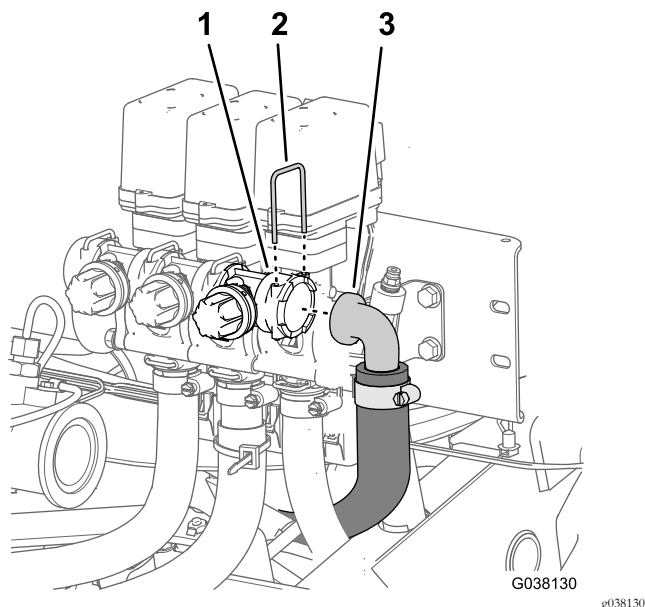

图17
1. 从右喷洒臂段阀旁通阀的插槽接头卸下固定旁通软管 90° 宝塔接头的卡环 图17。
2. 从旁通阀卸下旁通软管 图17。